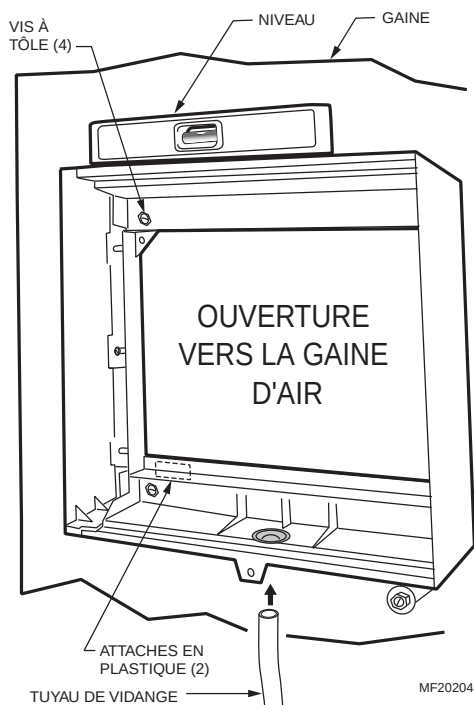

Fig. 5. Installation de l'humidificateur sur une gaine.
8. S'assurer que le boîtier de l'humidificateur est de niveau, puis le placer de manière que les attaches de plastique soient sur l'arête de la tôle inférieure de l'ouverture. S'il y a lieu, aplatir les bords à l'aide de pinces. Voir la Fig. 5.